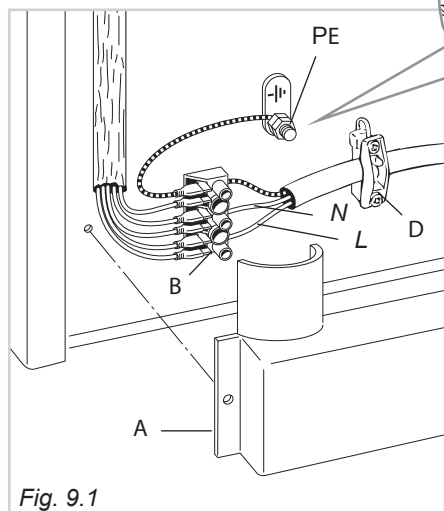

Fig. 9.1
- Svitare le viti di fissaggio della protezione "A" dietro la cucina (fig. 9.1).